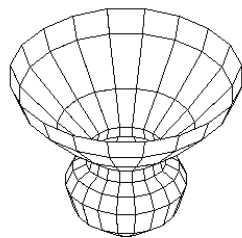

Рис. 10.47. Построение сети, аппроксимирующей поверхность вращения
- ◆ **Сеть вращения (Revolved Mesh)** — вызывает команду П-ВРАЩ (REVSURF), которая позволяет получить сеть как аппроксимацию поверхности, образующейся в пространстве при вращении линии вокруг оси. На рис. 10.47 показан пример сети, полученной от вращения компактной полилинии вокруг оси  $Y$  МСК (невидимые линии скрыты с помощью команды СКРЫТЬ (HIDE));
При построении сетей, аппроксимирующих поверхности (например, см. рис. 10.47), важная роль отводится системным переменным SURFTAB1 и SURFTAB2 (о системных переменных см. приложение 2). Стандартные значения этих переменных равны 6.